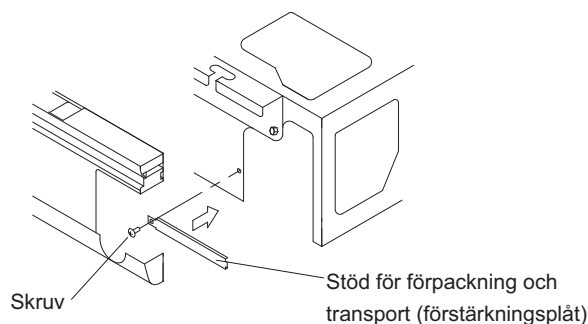

Bild 30
- Efter utförd dräneringsrörarbete ska det stöd för förpackning och leverans (förstärkningsplåt) installeras, som togs bort i avsnittet "6. KYLMEDIUMRÖRDRAGNING". Det är dock inte nödvändigt att installera stödet för förpackning och leverans på högersidan (förstärkningsplåten). (Se bild 30)